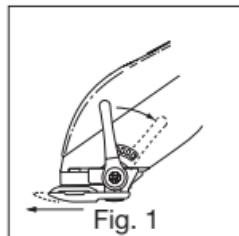

Fig. 1
- Le levier de réglage de la hauteur de coupe est positionné comme indiqué sur la figure 1. Il permet de varier la longueur de la coupe tout en coupant.